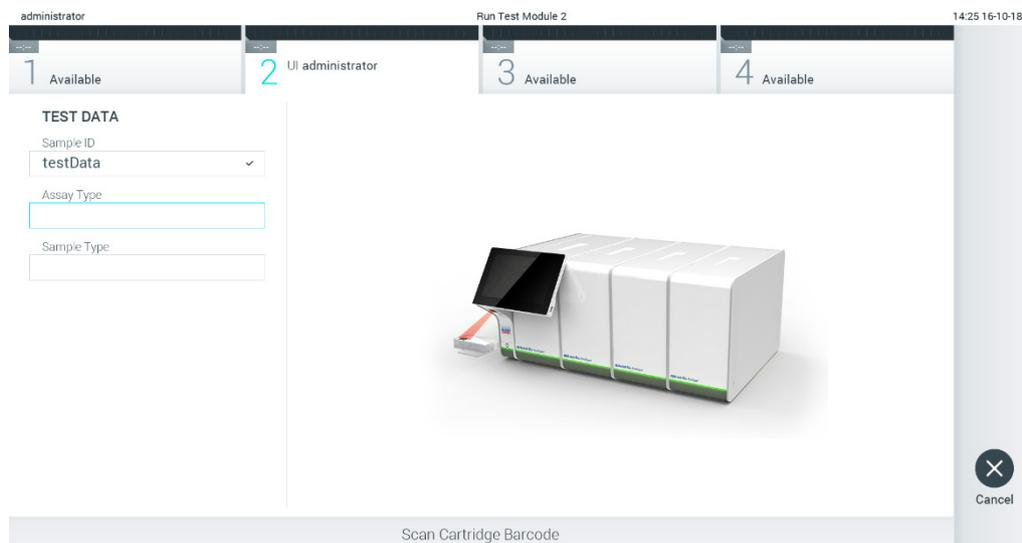

図 24. QIAstat-Dx assay cartridge バーコードをスキャン。
3. 指示されたら、使用する QIAstat-Dx assay cartridge のバーコードをスキャンします。QIAstat-Dx Analyzer 1.0 が、QIAstat-Dx assay cartridge のバーコードに基づいて、実行するアッセイを自動認識します（図 24、次のページ）。